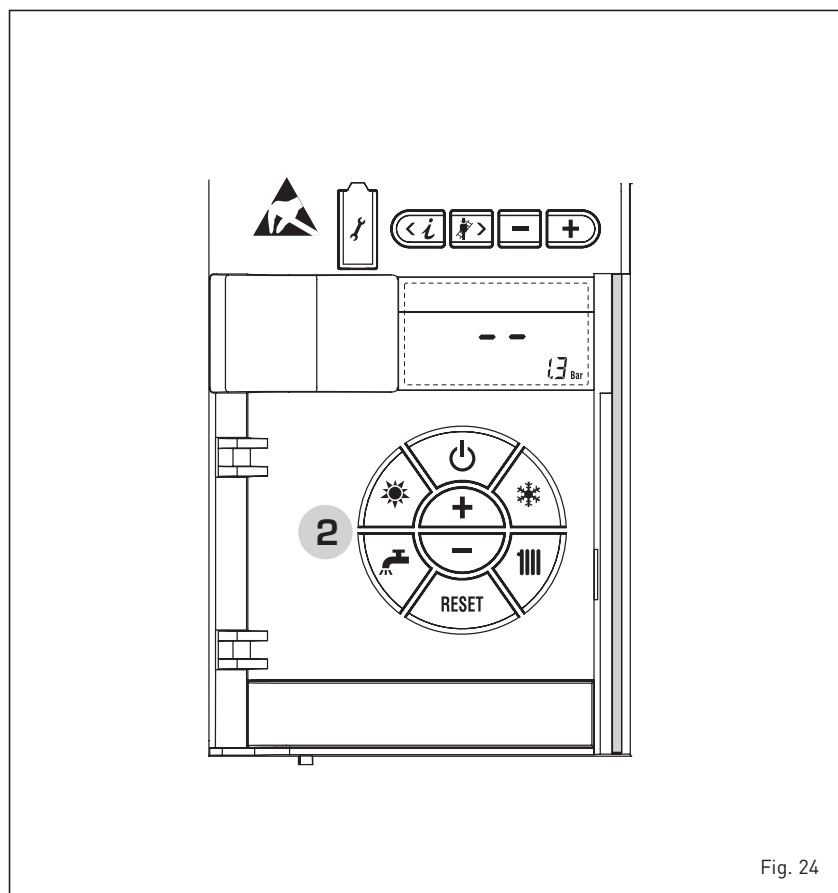

Fig. 24
ACCENSIONE CALDAIA (fig. 24)
SPEGNIMENTO CALDAIA (fig. 24)
In caso di brevi assenze premere il tasto (⏻) dei comandi (pos. 2). Il display si presenterà come indicato in fig. 24. In questo modo lasciando attive l'alimentazione elettrica e l'alimentazione del combustibile la caldaia è protetta dai sistemi antigelo e antibloccaggio pompa. Nel caso di un prolungato periodo di non utilizzo della caldaia si consiglia di togliere tensione elettrica agendo sull'interruttore generale dell'impianto, di chiudere il rubinetto del gas e, se sono previste basse temperature, di svuotare l'impianto idraulico per evitare la rottura delle tubazioni a causa del congelamento dell'acqua.